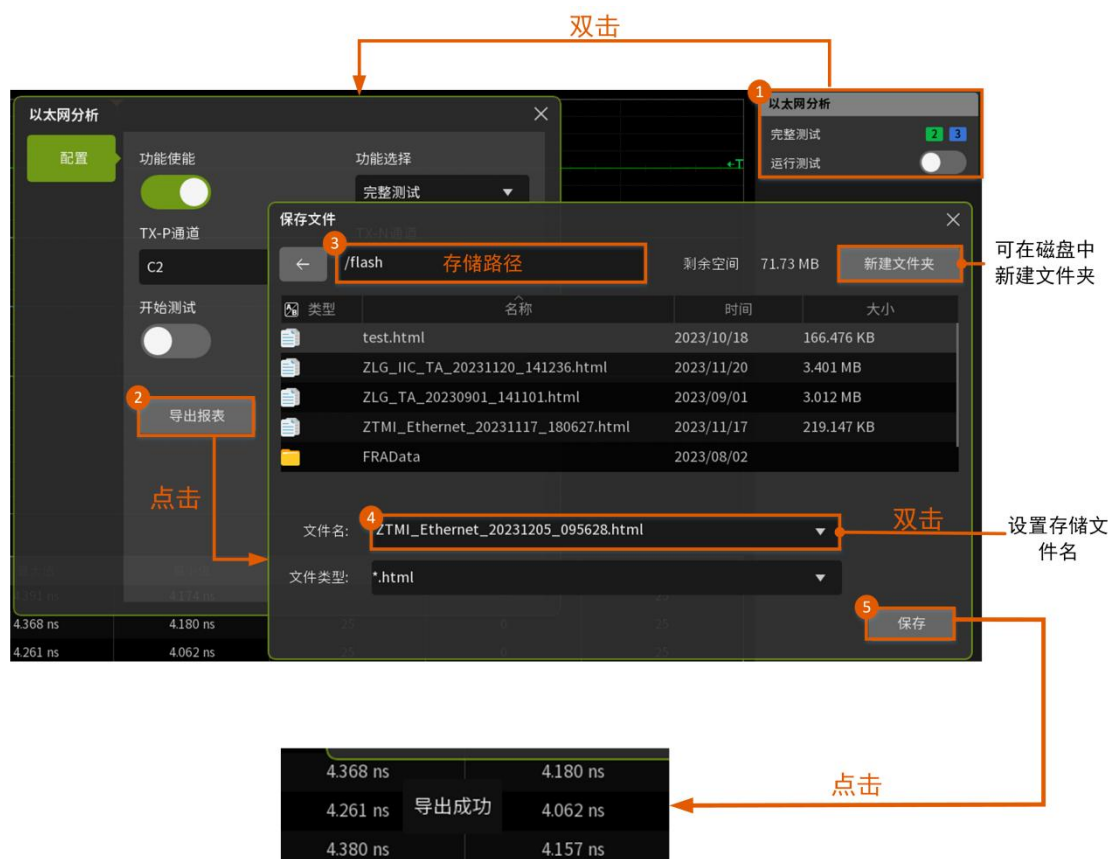

图 2.5 ZUS6000 导出报告
- “导出报告”按钮在完成一次完整测试后会亮起，如图 2.5 所示；